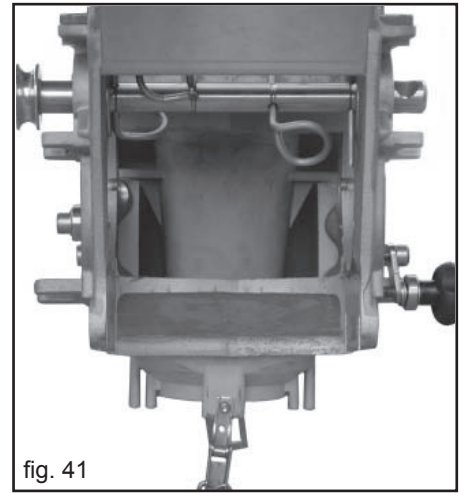

fig. 41
- 1) Dosiergeraet mit ausgebauter Bodenklappe und demontiertem Saerad (Abb. 41).